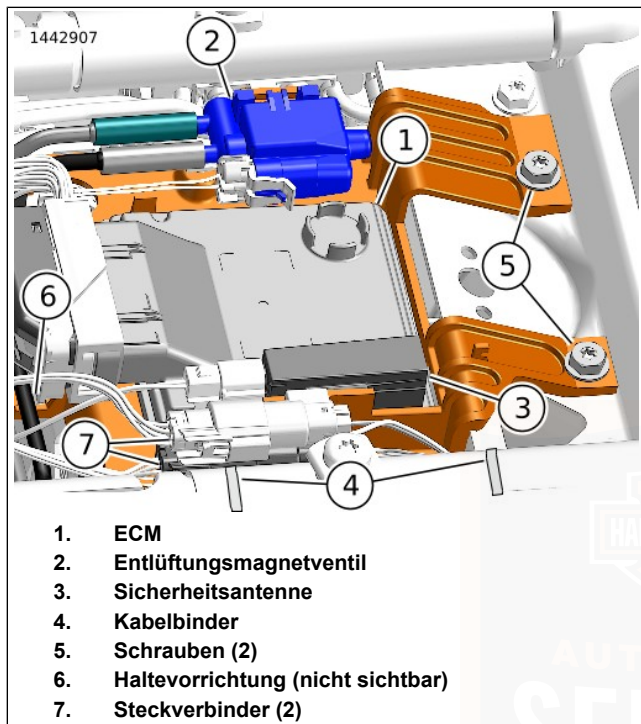
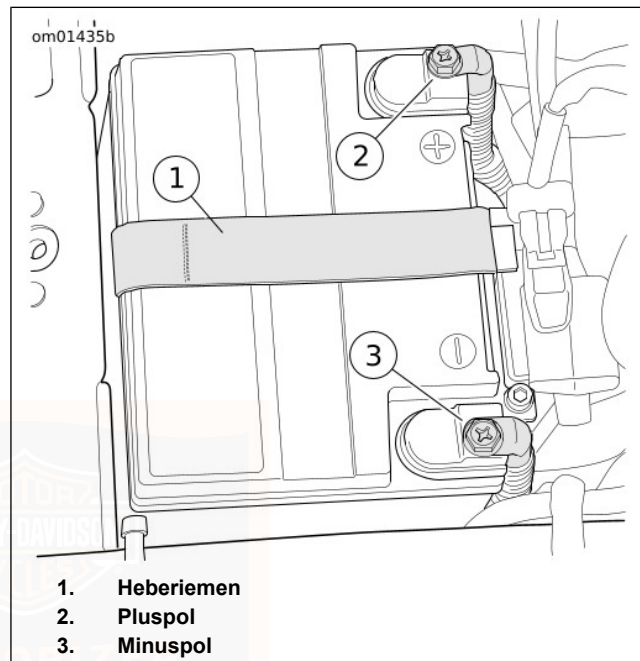

Abbildung 84. Obere Elektriktafel
Abbildung 85. Batteriefach
2. Siehe Abbildung 84. ECM (1) von der oberen Elektriztafel lösen. Beiseiteschieben.
3. Sofern vorhanden, das Entlüftungsmagnetventil (2) nach oben verschieben, um es von der oberen Elektriztafel zu lösen.
4. **Modelle mit Sicherheitssystem:** Die Sicherheitsantenne (3) von der oberen Elektriztafel lösen und aus dem Weg schieben.
5. Steckverbinder (7) von den Fixierungen auf der oberen Elektriztafel lösen.
6. Befestigungsteile (5) entfernen.
7. Kabelbinder durchschneiden (4). Die Kabelbäume verschieben, um mehr Freiraum für die obere Elektriztafel zu erhalten.
10. Siehe Abbildung 85. Beide Batteriekabel, das Batterieminuskabel zuerst, abklemmen.
3. Siehe Abbildung 85. Die Batterie mit der Kontaktseite nach vorne in die Batteriegrundplatte einsetzen.
7. Siehe Abbildung 84. Die obere Elektri­ktafel in die Einbaustellung bringen und die Verriegelung in die Niederhaltevorrichtung eingreifen lassen.
8. Die obere Elektri­ktafel mit Befestigungsteilen (5) am Rahmenquerträger befestigen. Festziehen.